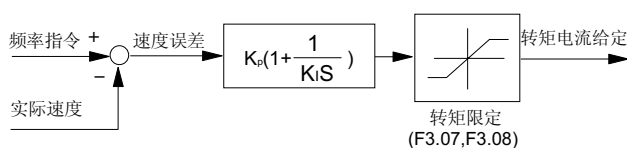

图6-21 速度调节器简化框图
1、速度调节器（ASR）的构成如图6-21所示。图中 K_p 为比例增益P， K_i 为积分时间I。